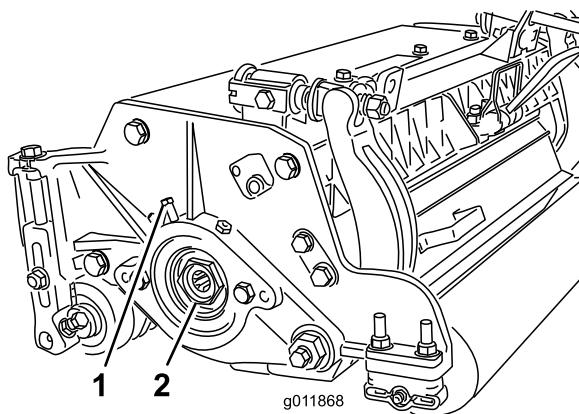

図 25
- A. カッティングユニットの左側にあるベアリングハウジングにベアリング調整ナットを固定している固定ねじをゆるめる **図 25**。